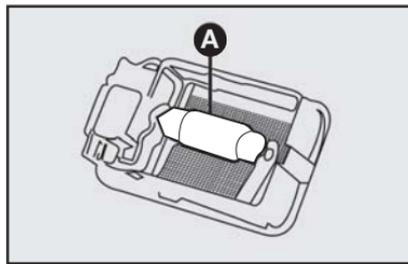

fig. 57
- 3) retirar a lâmpada A puxando-a de sua sede **fig. 57**.